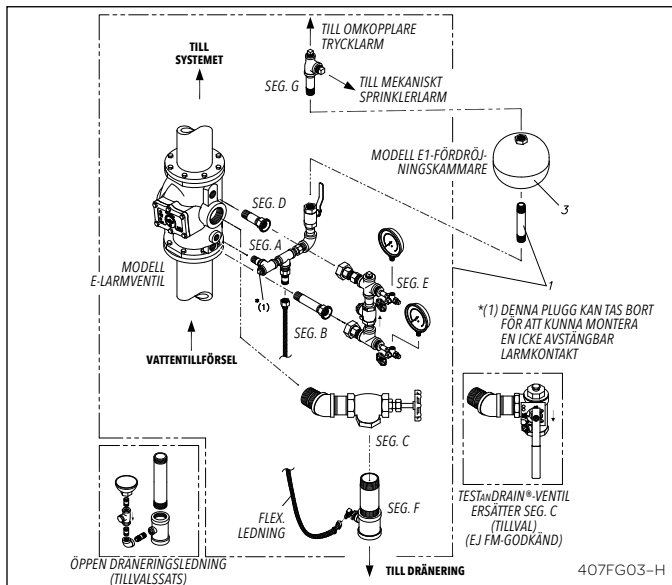
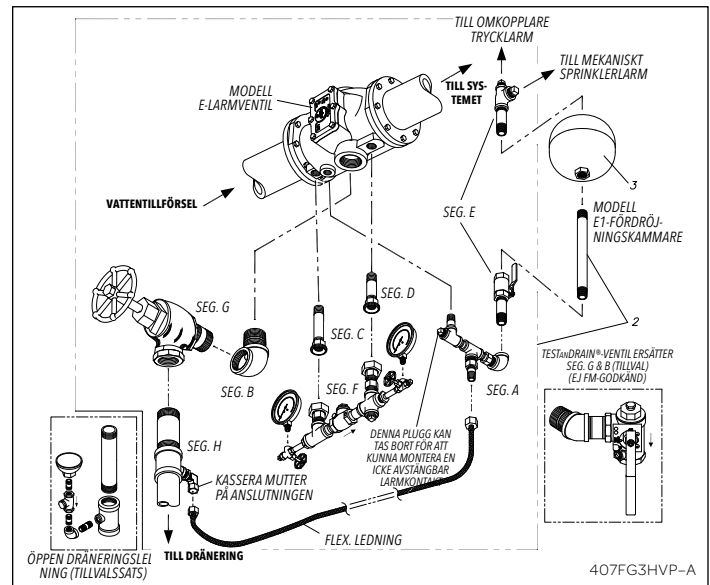

Fig. 3 – Variabelt tryck vertikal installation
Fig. 5 – Variabelt tryck horisontell installation
En öppen dräneringsslangsat är tillval, inköps separat, som en ersättning för seg. F (fig. 3) och seg. H (fig. 5).
- **Horisontell installation (fig. 5, 6 och 8)**
Följ en sekvens som liknar den som beskrivs ovan för vertikal installation, med hänvisning till fig. 5 och 6 för vägledning.
Kläppens (4) rörelse på gångjärnstappen (8) frigör spåret i sätet (3) och tillåter vattnet att flöda genom spåret in i larmledningsutloppet och till larmledningen, fig. 5.
### Variabelt tryck (fig. 3 och 5)